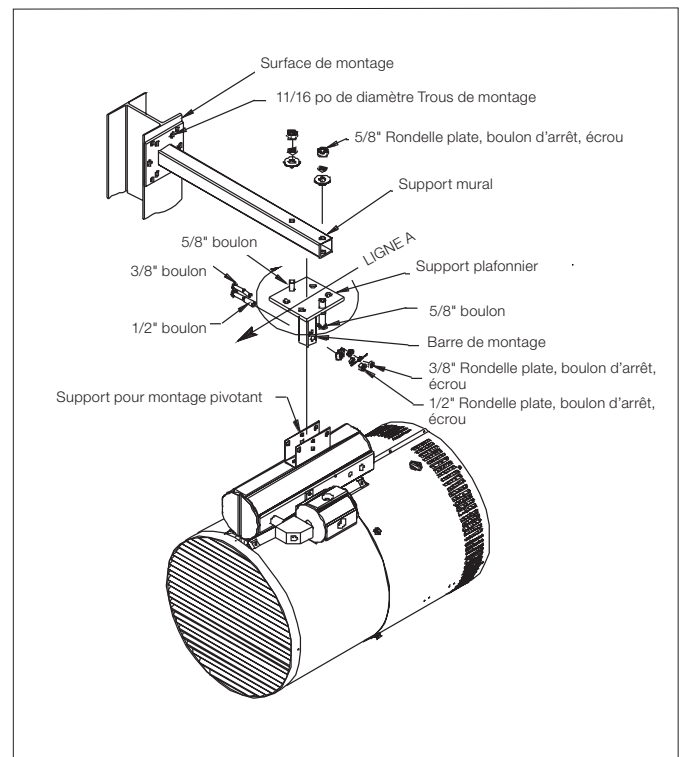

Figure 5 – Fixation au mur
- 2.1 Fixer le support plafonnier au support mural avec l'orientation préférée. Assurer que la « LIGNE A » (Figure 5, page 18), la ligne perpendiculaire entre les trous de boulonnage de la barre de fixation, sont pointées dans le sens de circulation préféré. Fixer le support mural à la surface de montage. Le support mural doit être fixé à la surface de montage avec, tout au plus, six (mais non moins de quatre) attaches 5/8 po (non comprises). Assurez-vous que des rondelles d'arrêt ou boulons de blocage sont fixés à tous les écrous.